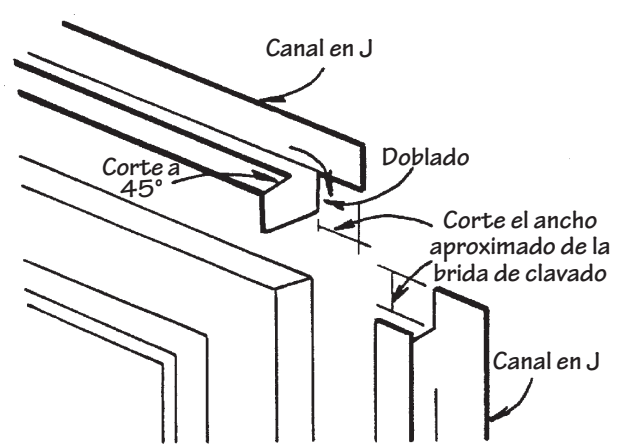

Figura 54.
- Corte el canal en J superior del ancho del entramado, mas el ancho de los canales en J laterales. Haga una muesca en el canal en J en ambos extremos, doble las lengüetas hacia dentro del canal en J y sujete la parte superior del canal en J (Figura 54).